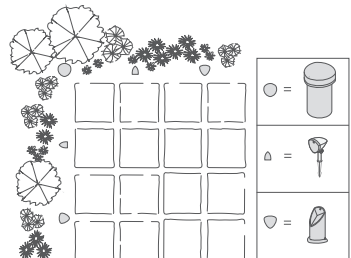

Figure 2
- Associé aux enceintes de la série BL Definitive technology (voir Figure 2)